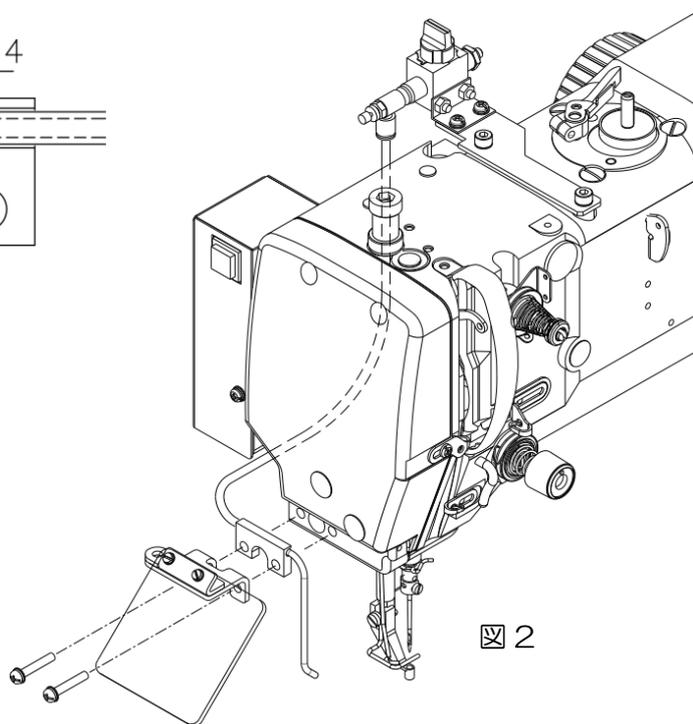

図 2
- (4) 図 2 のように面板にホルダ、アイガードの順に取付け、Fig.No.103 ネジで固定します。このとき、ノズルのエア吹出し口が針先端へ向くように調整してください。
- (3) 図 2 のようにバルブアッセンブリを Fig.No.108 ネジで固定します。